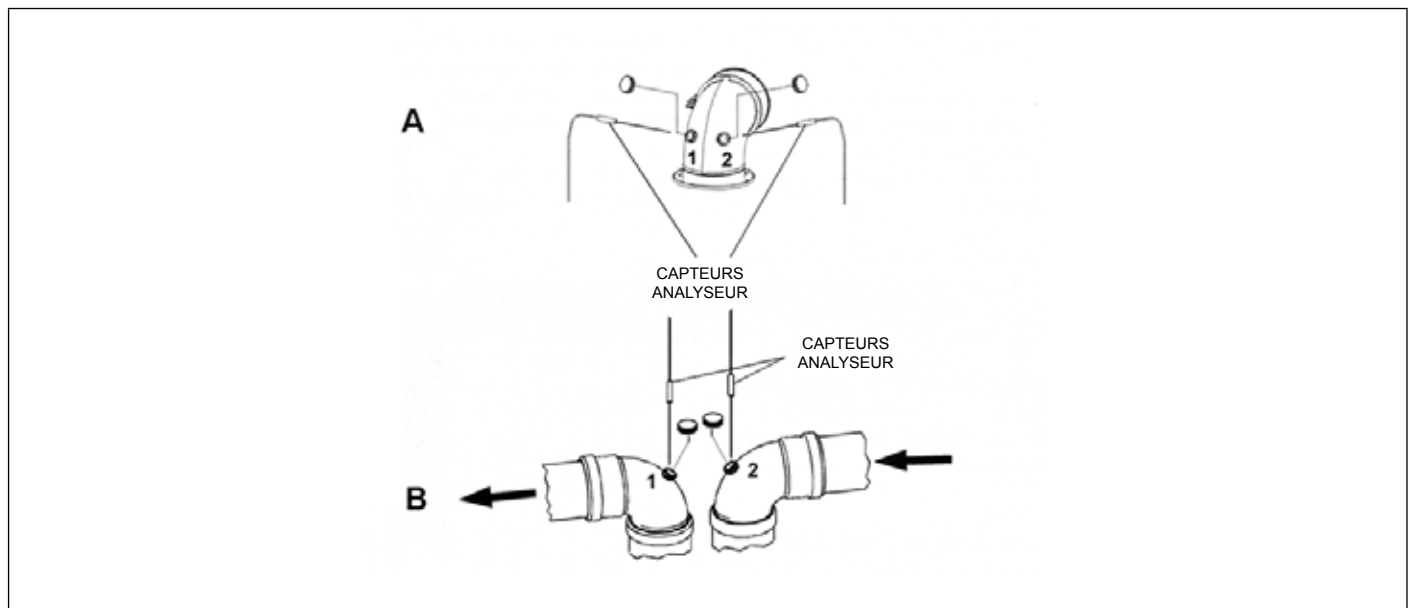

Fig. 14 Exemples de points de détection de fumées
- mesure de la température de l'air comburant prélevé dans le trou relatif 1 (voir réf. (A) Fig. 14 Exemples de points de détection de fumées , pour les chaudières à chambre étanche équipées de tuyauterie avec trous prédisposés).
- mesure de la température des fumées et de la quantité de CO2 prélevé dans le trou relatif 2 (voir réf. (A) Fig. 14 Exemples de points de détection de fumées , pour les chaudières à chambre étanche équipées de tuyauterie avec trous prédisposés).
- mesure de la température de l'air comburant prélevé dans le trou relatif 2 (voir réf. (B) Fig. 14 Exemples de points de détection de fumées , pour les chaudières à chambre étanche équipées de tuyauterie avec trous prédisposés).
- mesure de la température des fumées et de la quantité de CO2 prélevé dans le trou relatif 1 (voir réf. (B) Fig. 14 Exemples de points de détection de fumées , pour les chaudières à chambre étanche équipées de tuyauterie avec trous prédisposés).